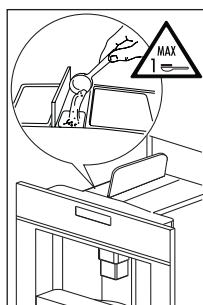

Abb. 26
- ▶ Klappen Sie den Deckel in der Mitte auf, geben Sie einen Messlöffel vorgemahlenen Kaffee in den Pulverschacht (Abb. 26), schieben Sie das Gerät zurück und gehen Sie wie im Abschnitt „KAFFEEBEREITUNG MIT KAFFEEBOHNEN“ erläutert vor.